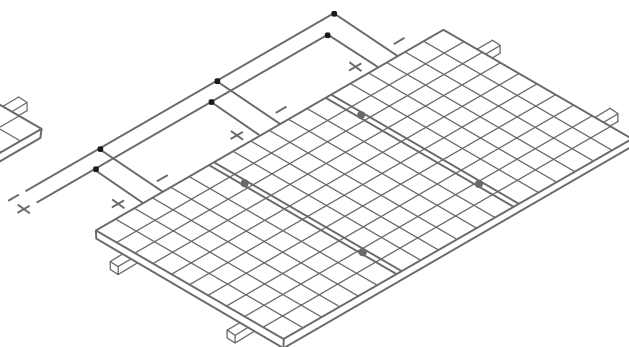

图 9 并联方式
- 并联时，整串组件的输出电流等于每个支路组件或组件串的电流和（并联方式如图 9 所示），每串组件都要安装保险丝，请参考该国家或地区的或当地的规范，组件最大并联数参考公式：最大保护电流/（1.25*短路电流）。